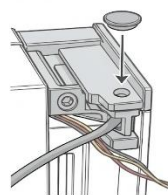

Fig 4
4. Powrót do górnego zawiasu. Jedną ręką podtrzymaj ciężar szklanych drzwi, żeby nie spadły. Użyj narzędzia, aby odkręcić lub docisnąć mechanizm górnego sworzni zawiasu, aby zwolnić górny punkt obrotu drzwi. (Rys. 4)
6. Ostrożnie wyciągnij wewnętrzną wiązkę przewodów z górnego narożnika po nowej stronie. Przeprowadź te przewody prawidłowo przez kanał w górnym wsporniku zawiasów przed montażem. Wyrównaj górny uchwyt zawiasów z ramą, dbając o to, by przewody pozostały przezroczyste i nieściśnięte. Dokręć pierwszą śrubę ręcznie, aby ją utrzymać. (Rys. 4)
4. Wróć do górnego rogu szafki. Włóż klucz sześciokątny / imbusowy do otworu na górny wkręt zawiasu. Obróć go zgodnie z ruchem wskazówek zegara, aby całkowicie dokręcić sworzeń i upewnić się, że górną część drzwi jest stabilna. Znajdź małą plastikową pokrywkę. Wcisnąć zakrętkę prosto w górny otwór na śrubę nad nowo dokręconym sworzniem zawiasu, aby ukryć osprzęt i zakończyć montaż. (Rys. 4)